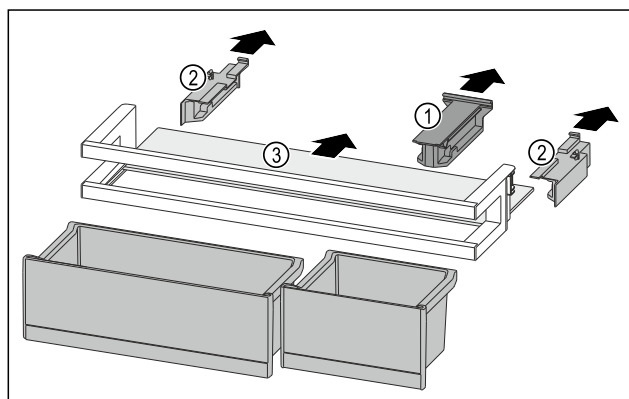

Fig. 119
- ▶ Desprindeți piesa de susținere Fig. 119 (1).
- ▶ Desprindeți piesele laterale Fig. 119 (2).
- ▶ Extrageți raftul Fig. 119 (3).